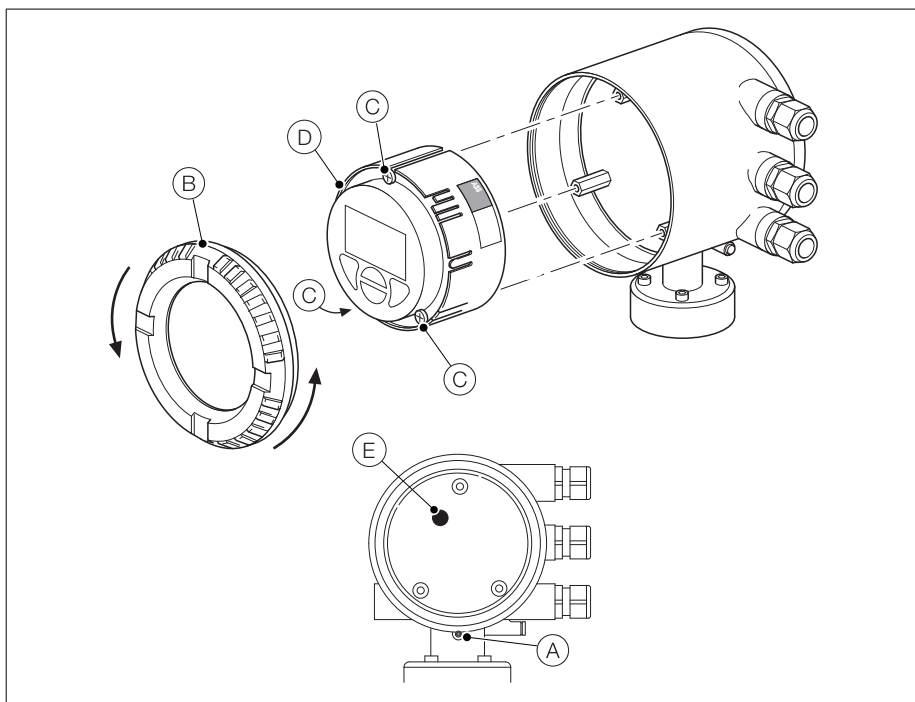

Abb. 4.14 Integrierter Messumformer – Austausch der internen Sicherung
2. Befestigen Sie gemäß Abb. 4.14 die Sicherheitsschrauben (A).
3. Lösen und entfernen Sie den Deckel (B).
4. Lockern Sie die drei Einsatzschrauben (C), und heben Sie den Einsatz (D) vom Gehäuse ab.